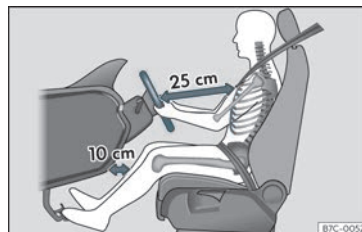

Abb. 2 Der richtige Abstand des Fahrers zum Lenkrad muss mindestens 25 cm (10 inch) betragen.
- Lenkrad so einstellen, dass der Abstand zwischen Lenkrad und Brustbein mindestens 25 cm (10 Zoll) beträgt»» **Abb. 2** und das Lenkrad mit beiden Händen und leicht gebeugten Armen seitlich am äußeren Rand festgehalten werden kann.
reich mindestens 10 cm (4 Zoll) beträgt »» **Abb. 2**.